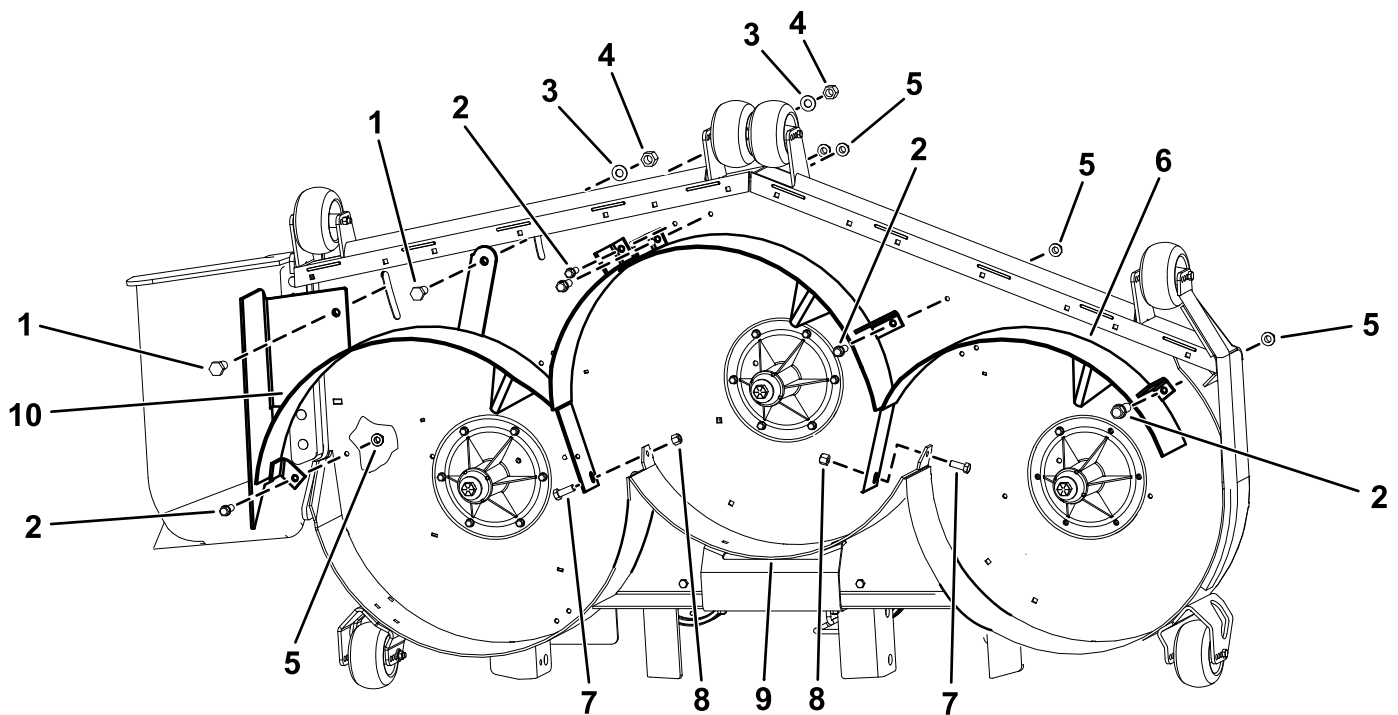

Figura 4
1. Instale o abafador direito na plataforma (Figura 4).
2. Prenda sem apertar o abafador direito na parte superior da plataforma utilizando dois parafusos ($\frac{1}{2}$ pol. x 1 pol.), dois parafusos autorroscantes ($\frac{3}{8}$ x 1 pol.), duas porcas ($\frac{1}{2}$ pol.) e duas anilhas ($\frac{1}{2}$ pol.) e duas porcas de bloqueio ($\frac{3}{8}$ pol.) como se mostra na Figura 4.
3. Instale sem apertar o abafador direito no abafador traseiro utilizando um parafuso ($\frac{3}{8}$ x 1 pol.) e uma porca ($\frac{3}{8}$ pol.) como se mostra na Figura 4.
4. Instale o abafador esquerdo na plataforma (Figura 4).
5. Instale sem apertar o abafador esquerdo na parte superior da plataforma com 3 parafusos autorroscantes ($\frac{3}{8}$ pol. x 1 pol.) e três porcas flangeadas ($\frac{3}{8}$ pol.), como se mostra na Figura 4.
6. Instale sem apertar o abafador esquerdo no abafador traseiro utilizando um parafuso ($\frac{3}{8}$ x 1 pol.) e uma porca ($\frac{3}{8}$ pol.) como se mostra na Figura 4.